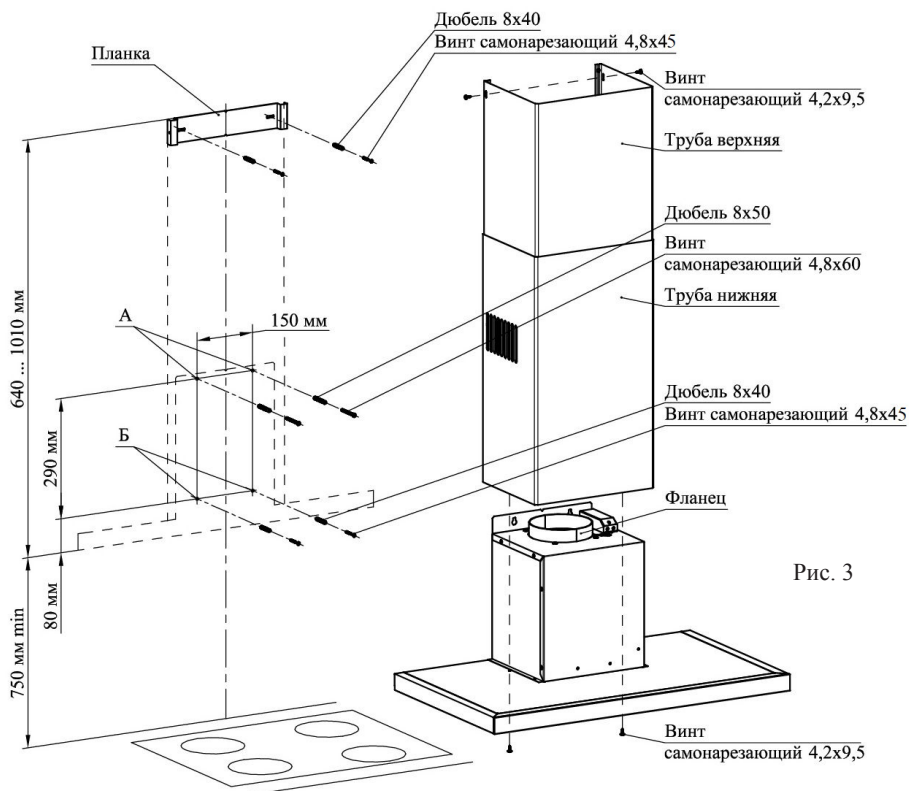

Рис. 3
ВНИМАНИЕ! МИНИМАЛЬНОЕ РАССТОЯНИЕ МЕЖДУ ПЛОСКОСТЬЮ УСТАНОВКИ ПОСУДЫ НА ПЛИТУ (НАГРЕВАТЕЛЬНОЙ ПОВЕРХНОСТЬЮ) И ВОЗДУХООЧИСТИТЕЛЕМ ДОЛЖНО БЫТЬ 75 см. ВОЗДУХООЧИСТИТЕЛЬ КРЕПИТЬ НА РОВНУЮ ПОВЕРХНОСТЬ (рис. 3).
- 6.3 С учетом установочной высоты и центральной линии разметьте на стене отверстия (А и Б) (рис. 3).
- 6.4 Просверлите отверстия диаметром 8 мм: А на глубину 70 мм, Б на глубину 50 мм (рис. 3).
- 6.5 В отверстия вставьте дюбели согласно рис. 3 и по отверстиям А заверните не до упора два винта самонарезающих 4,8х60, на которые навесьте воздухоочиститель со снятыми фильтрами.